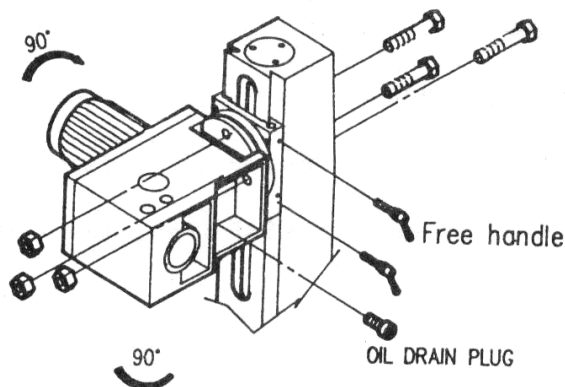

Fig. 1
Laat de kop overhellen zoals aangegeven in fig.1. Open de oliestop en laat de olie volledig uit de opening vloeien. Sluit vervolgens de stop en breng de kop terug in zijn verticale positie. Haal de oliefilterstop af en vul met olie tot het niveau de middellijn in het peilglas heeft bereikt. Sluit vervolgens de stop.
- Om de machinekop op en neet te laten bewegen, dienen beide zware klemmoeren van de machinekop te worden gelost. Zie fig.1. Gebruik de rechterhendel om de kop omhoog of omlaag te bewegen. Wanneer de gewenste hoogte is bereikt, dient u de moeren opnieuw aan te spannen om alle trillingen te vermijden.